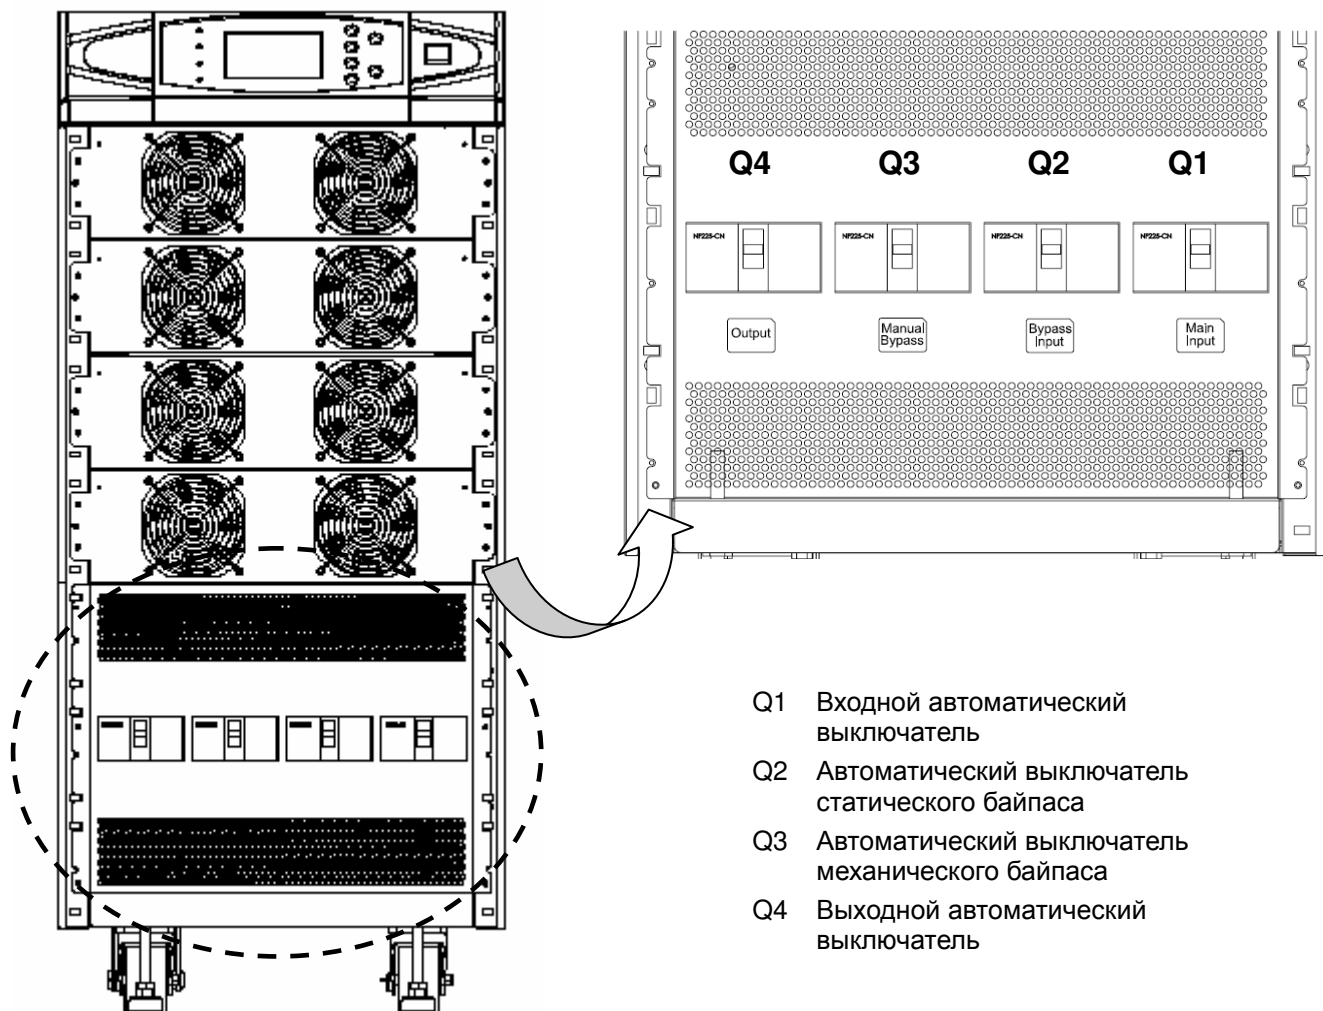

**Рис. 4-1. Зажимы ИБП**
1. Снимите заднюю крышку. См. рис. 4-1.
Блок зажимов (см. рис. 4-1):
8. Подключите кабели к зажимам согласно их маркировке и назначению (см. рис. 4-1).
5. Подключите кабели к зажимам согласно их маркировке и назначению (см. рис. 4-1).